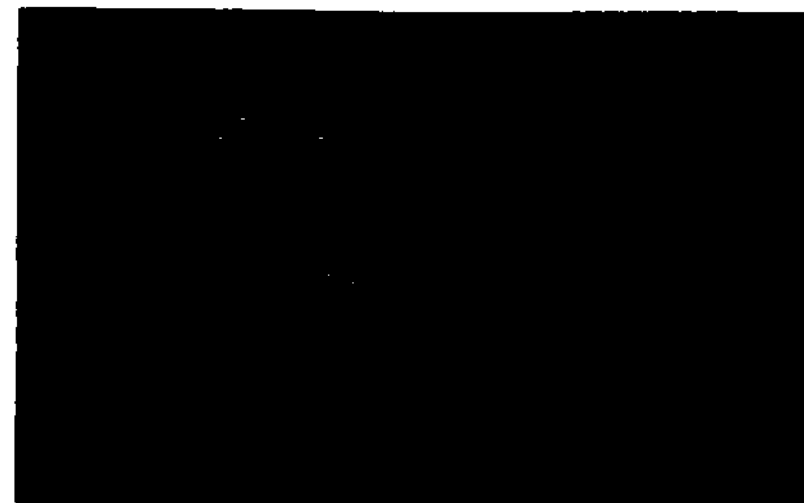

Рисунок 18 – Экран конфигурации («TREATMENT»), где:
Экран конфигурации («TREATMENT») (рисунок 18) включает:
- Возврат в главное меню (рисунок 18, поз. А);
- Сохранение настройки (рисунок 18, поз. В);
- Загрузку сохраненного значения (рисунок 18, поз. С);
- Индикатор состояния лазера «ожидание» / «готов» (рисунок 18, поз. D);
- Регулятор воздуха для удаления дыма (рисунок 18, поз. Е);
- Регулятор яркости наводки <Lv 1-5> (рисунок 18, поз. F);
- Сброс общего счетчика (рисунок 18, поз. G);
- Отображение текущего рабочего режима и потока энергии (рисунок 18, поз. H);
- Выходные настройки лазера (рисунок 18, поз. I):
- Выбор нужного рабочего режима обработки (рисунок 18, поз. J);
- Кнопки «вверх» и «вниз»: кнопки для увеличения и уменьшения текущего значения (рисунок 18, поз. K).